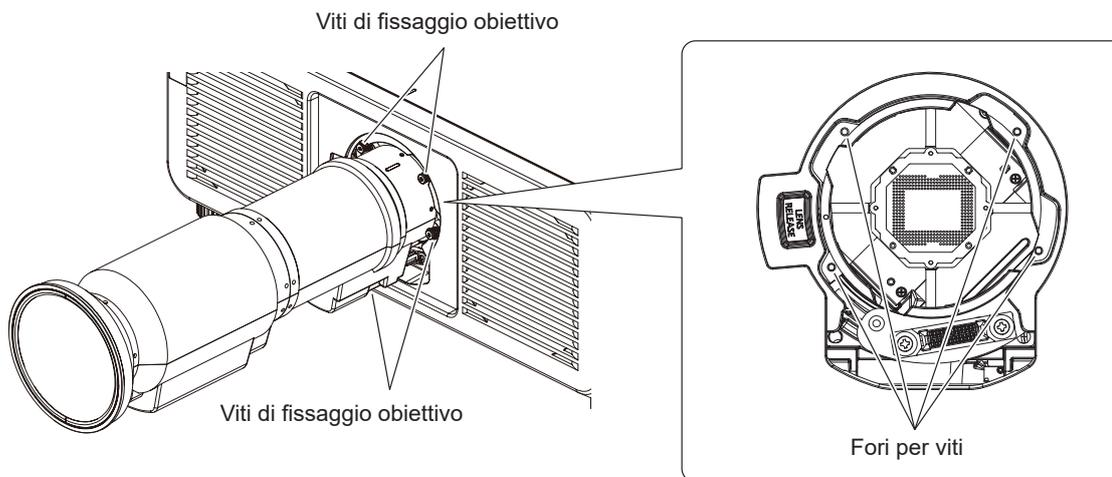

Fig. 4
4) Fissare l'obiettivo di proiezione con le viti di fissaggio. (Fig. 4)